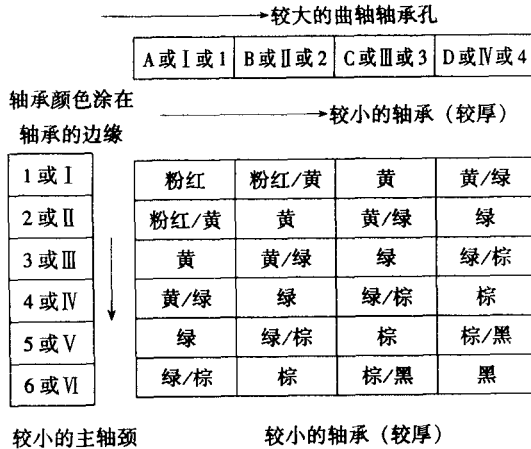

图 2—1—5 曲轴轴承的选择
若测量值过大或过小，则应选配新轴承，并重复上述检查。若仍不能满足要求，则按图 2—1—5 中的色码选择更大或更小的轴承，并进行检查。若通过更换轴承总不能满足要求，则更换曲轴，并再次进行上述检查。
(2) 主轴承色码与主轴颈代码。主轴承色码位于主轴承边缘，如图 2—1—6 (a) 所示。主轴承代码（数码或条码）压印在各主轴承相邻的曲柄臂上，如图 2—1—6 (b) 所示。主轴承座孔的代码压印在缸体侧。